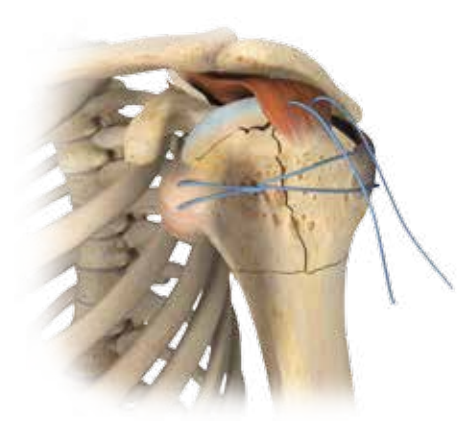

Figura 6
- Provoque una fractura en dos partes atando la cabeza y las tuberosidades entre sí, y después reduciendo hasta la diáfisis (Figura 6).